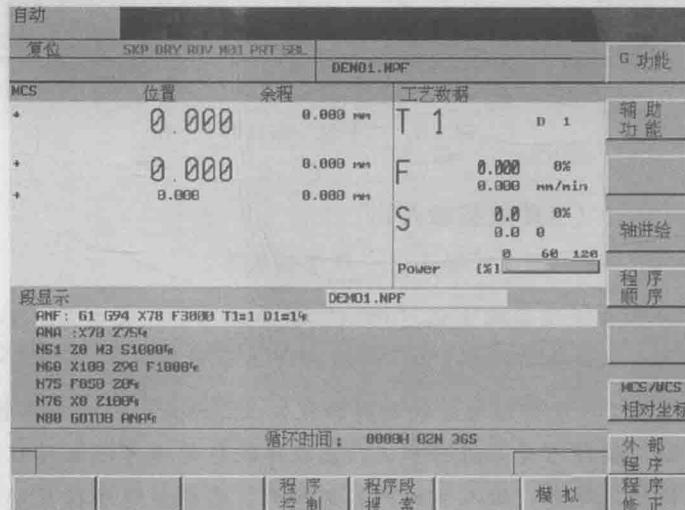

图 1-9 “自动方式”状态图
- Step 02** 屏幕上显示“自动方式”状态图，如图 1-9 所示，显示位置、进给值、主轴值、刀具值以及当前的程序段。